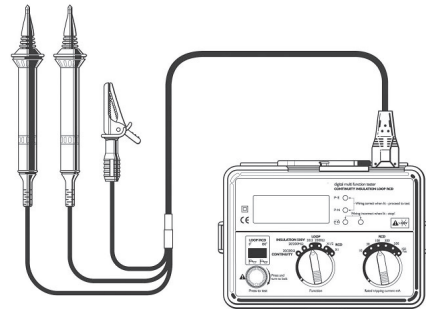

Fig 11
- c) Schließen Sie die Verteilertafelmessleitung (siehe Abb. 11 oben) an der IEC-Buchse des Geräts an.
Falls Sie die FI-Schalterprüfung an einer Verteilertafel durchführen, verwenden Sie statt des Netzkabels die Verteilertafelmessleitungen (siehe Abb. 11). Tauschen Sie ggf. die roten und schwarzen Prüfspitzen gegen die Abgreifklemmen aus. Schließen Sie grüne Abgreifklemme an die Erdungsklemme, die schwarze Neutralleitermessleitung an den Neutralleiter und die rote Phasenmessleitung an die Phase an. Trennen Sie die Prüfkabel in umgekehrter Reihenfolge vom Stromkreis.